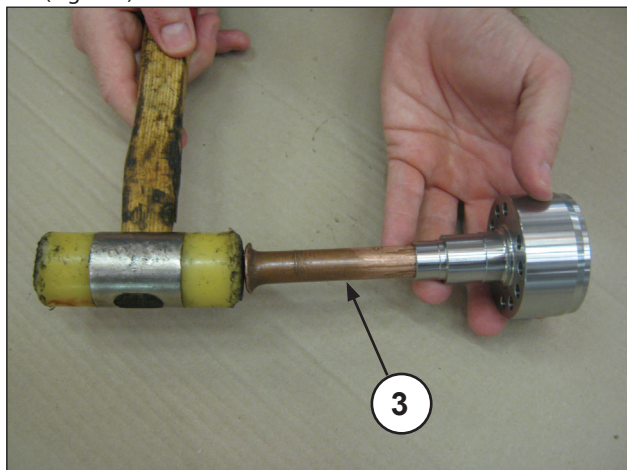
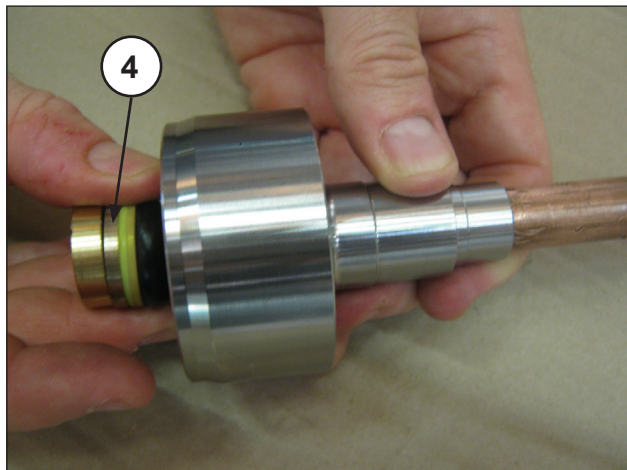
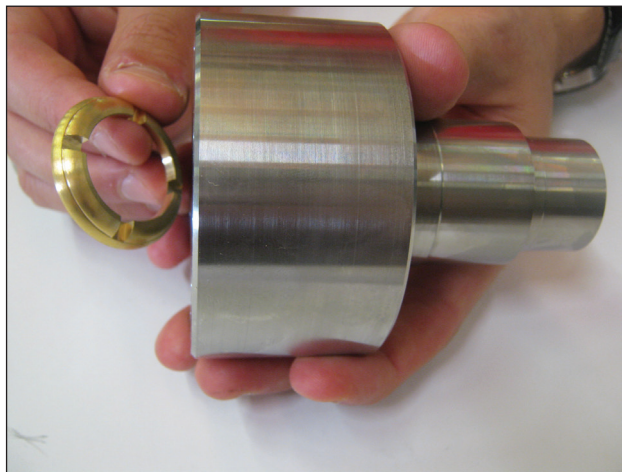

Fig. 128
Fig. 129
Fig. 130
- Col supporto guarnizioni HP separato e con una apposita spina (pos. ③ Fig. 128) fare fuoriuscire il pacco di H.P. (alta pressione) (pos. ④ Fig. 129), estrarre infine l'anello di testa (Fig. 130).
Ad ogni smontaggio il pacco HP (Fig. 129, pos. ④) dovrà essere sostituito.